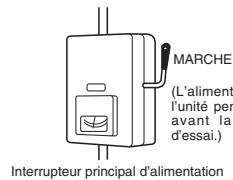

Fig. 9-1
- (1) Tout corps étranger est enlevé du coffret, surtout la limaille d'acier, les morceaux de fil, et les agrafes.
- (2) Le câble de commande est correctement connecté, et toutes les connexions électriques sont sûres.
- (3) Les entretoises de protection du compresseur utilisées pour le transport ont été enlevées. Sinon, les enlever maintenant.
- (4) Les rembourrages de transport pour le ventilateur intérieur ont été enlevés. Sinon, les enlever maintenant.
- (5) L'alimentation a été connectée à l'unité pendant au moins 5 heures avant la mise en marche du compresseur. Le bas du compresseur doit être tiède au contact, et le chauffage de carter autour des pieds du compresseur doit être chaud au contact. (Fig. 9-1)